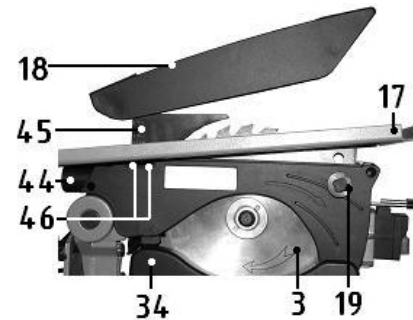

Рис. 10
9.6. Регулировка глубины пропила (Рис. 10)
9.7. Расклинователь и его правильная установка (Рис. 10)